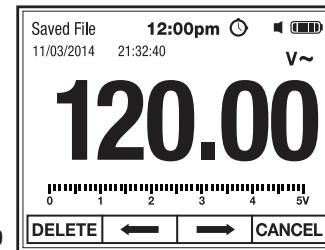

Fig. 19
4. Utilice los botones F2 \leftrightarrow y F3 \leftrightarrow (Fig. 19) para seleccionar otros archivos guardados como se muestra en el paso 2.
5. Pulse el botón de función F1 DELETE para borrar un Archivo Guardado (Fig. 19).
6. Pulse el botón de función F4 CANCEL para volver a Mediciones sin borrar (Fig. 19).